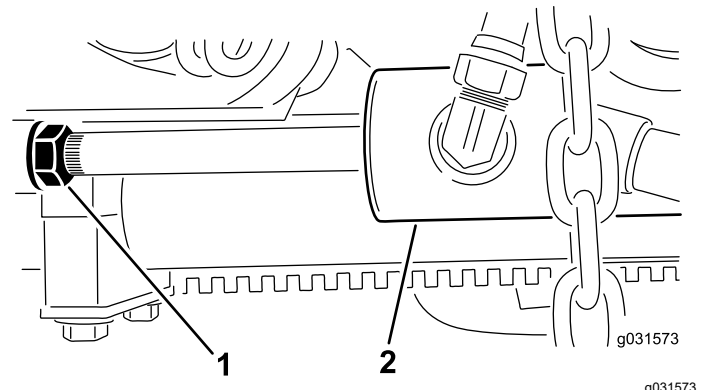

Рисунок 14
- B. Ослабьте затяжку контргайки на цилиндре (Рисунок 14).